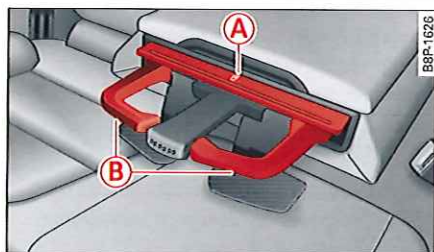

Fig. 69 Vue partielle de la banquette arrière : porte-gobelets arrière
- Pour ouvrir le porte-gobelets, appuyez légèrement sur la moulure (A) ⇒ fig. 69.
- Basculez le bras (B) correspondant vers l'extérieur afin de déposer le gobelet.